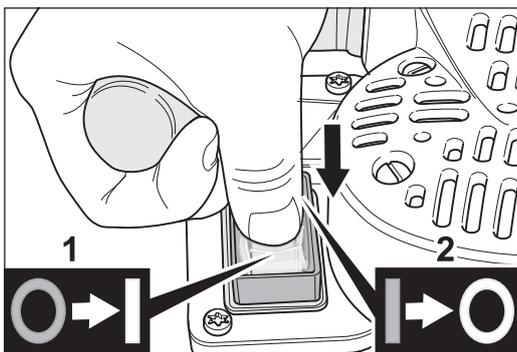

Abb. 10 Einschalten (1) und ausschalten (2) der Maschine am Wippenschalter.
- 2 Drücken Sie am Wippenschalter auf „I“ (Abb. 10, 1). Der Schalterknopf rastet ein und der Motor wird eingeschaltet. **Lassen Sie den Schalter wieder los!**
- 2 Drücken Sie am Wippenschalter auf „0“ (Abb. 10, 2). Der Schalterknopf rastet ein und der Motor wird ausgeschaltet. Lassen Sie den Schalter wieder los!**